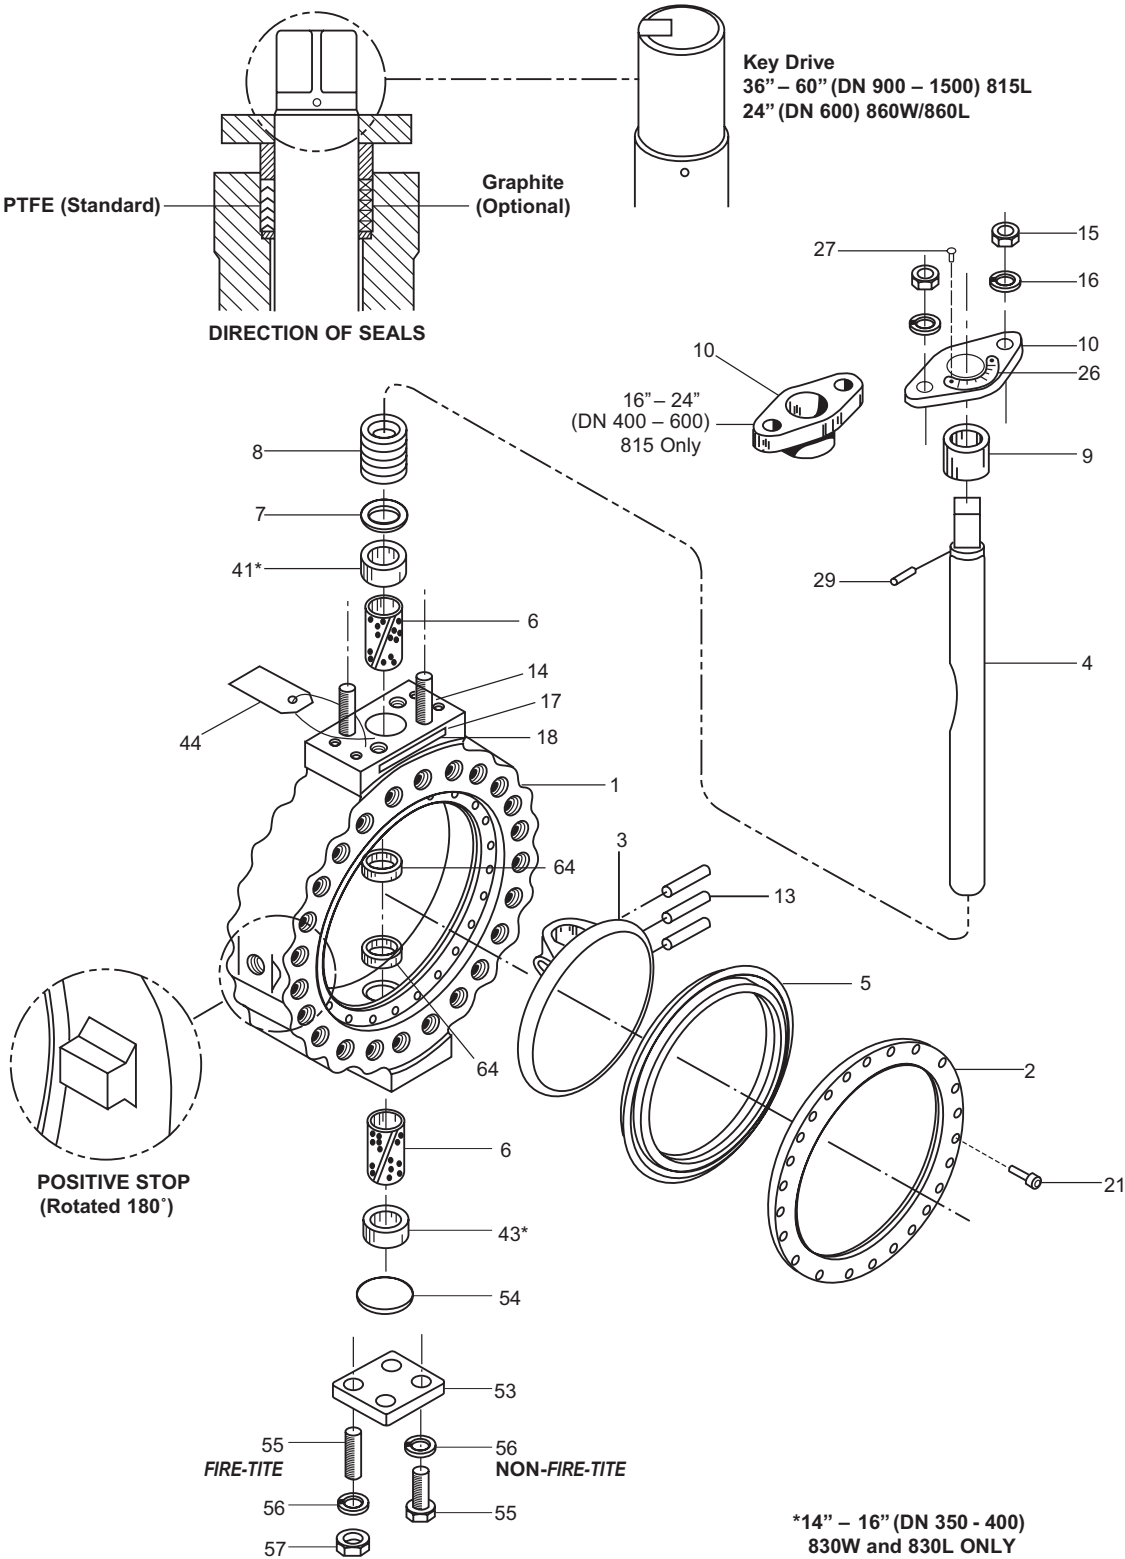

Figura 12.
Los números entre paréntesis hacen referencia a los elementos mostrados en la **figura 12**.
- c. De la **Figura 12**, se requiere el número de pieza señalada en el globo, el nombre de la pieza y la cantidad